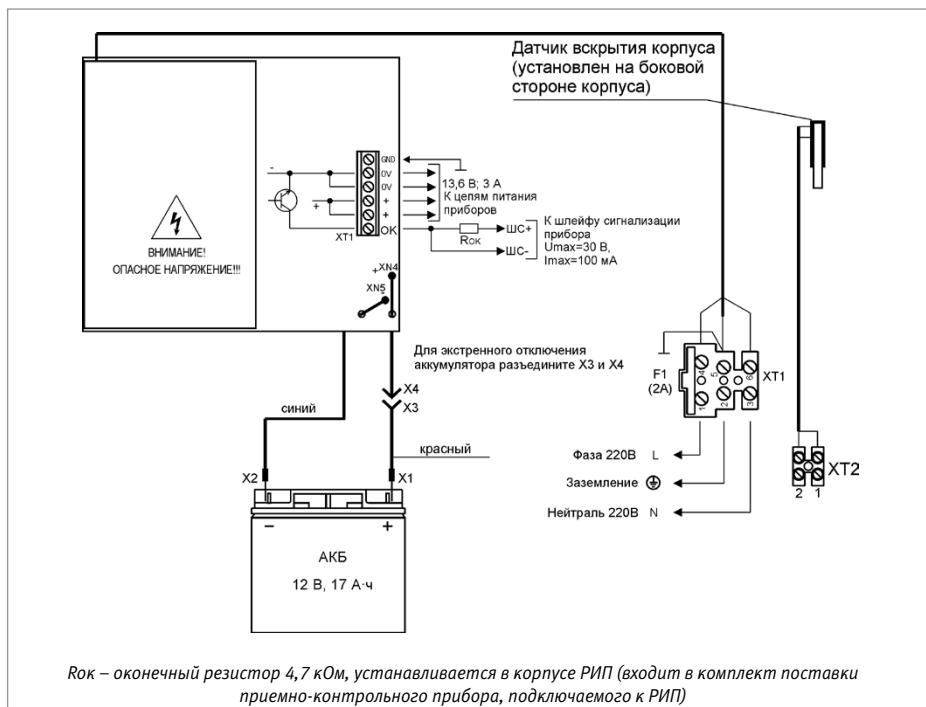

Рисунок 1. Схема подключения РИП-12 исп.01 (РИП-12-3/17М1)
- 1.6. Схемы подключения приведены на Рисунок 1...Рисунок 5.
- Проверьте правильность произведённого монтажа в соответствии со схемой подключения (Рисунок 1...Рисунок 5).